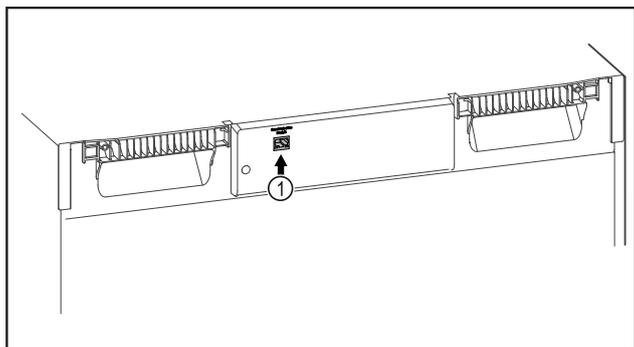

Fig. 103
- Le SmartModule Fig. 103 (I) est en place.